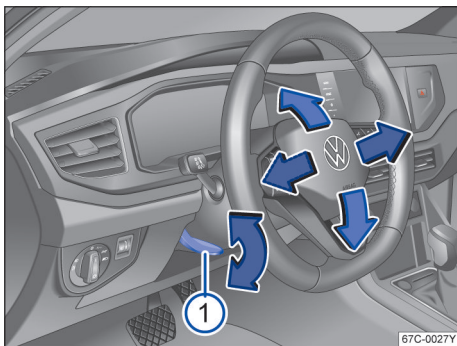

图 57 调节方向盘位置
- 将图示操纵杆→图 57①向下翻转。
- 将操作杆①用力向上推，直至锁止位置→▲。